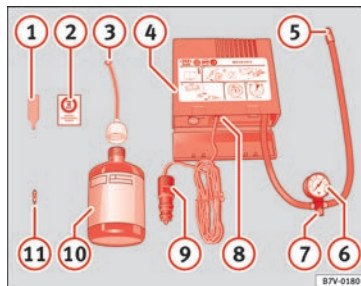

Fig. 97 Rappresentazione standard: contenuto del kit per la riparazione degli pneumatici.
Il kit per la riparazione degli pneumatici si trova nel sottofondo del bagagliaio. Include i seguenti componenti » fig. 97:
Riavvitare il tubo di gonfiaggio » fig. 97 ⑤ e controllare la pressione con il manometro ⑥.